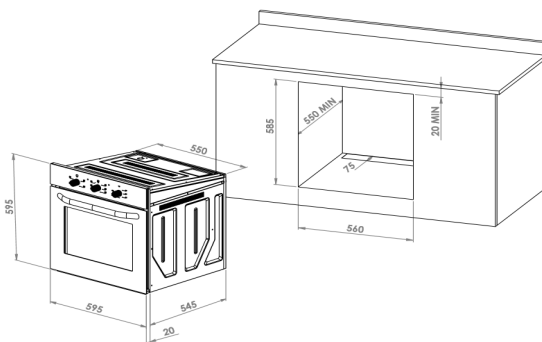
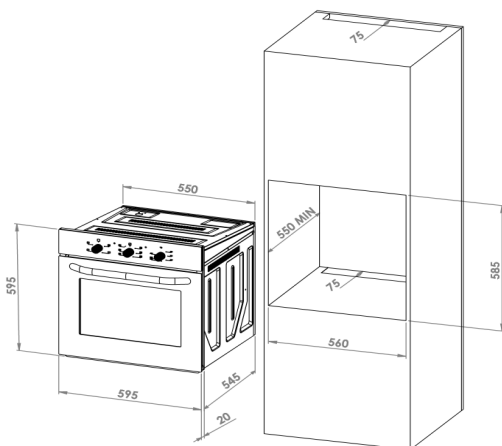

Рисунок 1
Рисунок 2
- ❖ Духовой шкаф предназначен для установки на кухне. Он может быть установлен под столешницу либо в высокий шкаф на уровне глаз. Выделите пространство на кухне, как показано на рисунке (**См. Рисунок 1 и Рисунок 2**).
❖ Для эффективной циркуляции воздуха духовка должна быть прилажена согласно нижеприведенным размерам (См. Рисунок 1 и Рисунок 2).